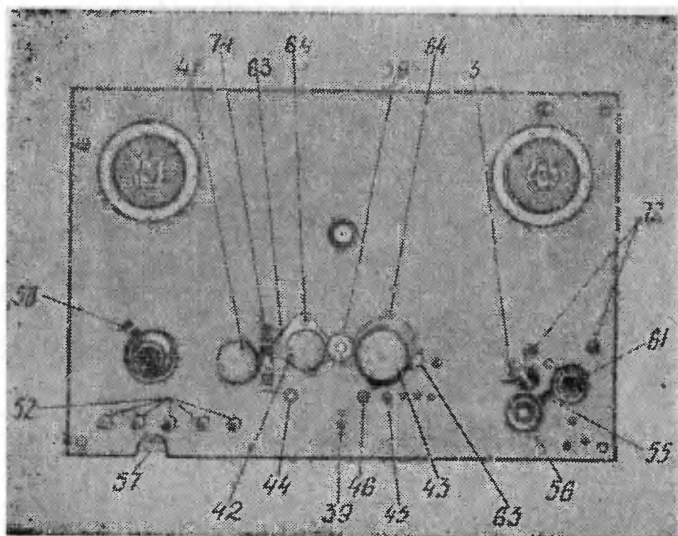
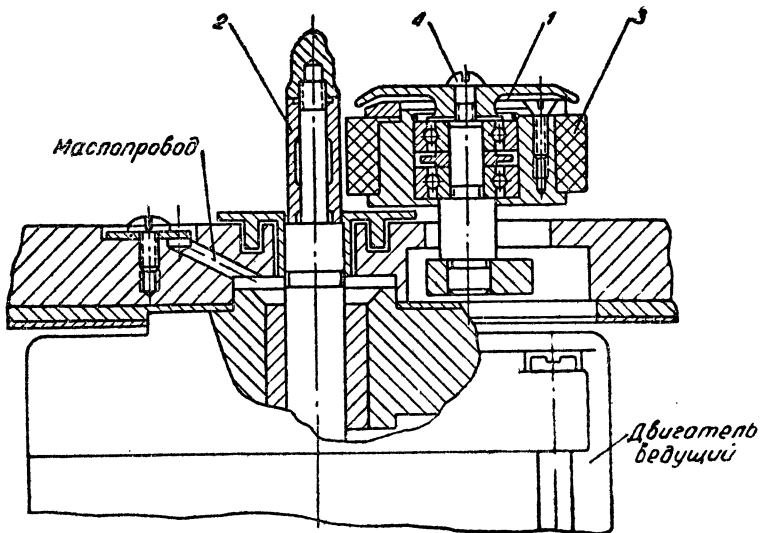

Рис. 6 Механизм (без защитного кожуха).
Рис. 9. Ведущий узел лентопротяжного механизма.
Причиной увеличения шума при работе шариковых подшипников, обводных и прижимного роликов может быть недостаточное количество смазки в них. Необходимо дополнить смазку в подшипниках, для чего рукой отвинтить неподвижную крышку обводного ролика (рис. 6—58, 61), отвернув винт, снять крышку прижимного ролика (рис. 9—1). Рекомендуется для смазки шариковых подшипников употреблять смазку 1/13.
Ведущий двигатель имеет две масленки (рис. 6—72), расположенные на плате. Маслопровод верхнего подшипника показан на рис. 9. Доза масла для каждого подшипника примерно 4—6 капель. После смазки следует обязательно, повернув крышку масленки, перекрыть входное отверстие канала.
Для предупреждения брака в работе аппарата важное значение имеет своевременная замена деталей, подверженных износу. Насадку ведущего двигателя (рис. 9—2) надо заменить новой, если диаметр рабочей части ее (в месте соприкосновения с лентой) стал менее 9,7 мм.
Резиновое кольцо прижимного ролика (рис. 9—3) следует заменить новым, если диаметр его уменьшился настолько, что не обеспечивает нормального прижима ленты или стало возможным задевание крышки ролика.
1. Резиновое кольцо (рис. 9—3) прижимного ролика изнашивается в том месте, где оно соприкасается с лентой. Образуется кольцеобразная канавка шириной, равной ширине ленты. Чтобы установить возможность дальнейшей работы без ущерба для качества, надо произвести проверку, описанную в разделе «Текущая проверка и регулировка».
Для смены обрезиненного ролика (резинового кольца с барабаном) достаточно отвернуть винт (рис. 9—4), снять крышку (рис. 9—1) и затем ролик.
2. Насадка ведущего вала (рис. 9—2) изнашивается в том месте, где она соприкасается с лентой. Кроме этого, она может получить случайные механические повреждения, тогда требуется заменить ее запасной (отвернуть гайку и снять насадку). После постановки и закрепления новой насадки следует индикатором проверить биение ее — оно должно быть